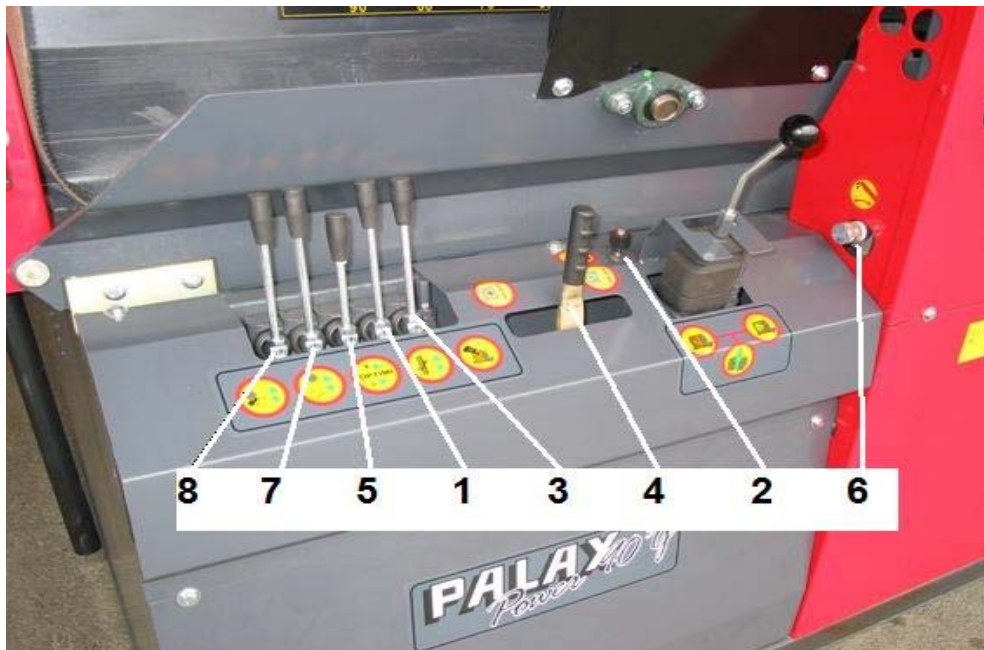

Abb. 11
4.3 Weitere hydraulische Bedienelemente, Abb. 11
- Wenn ein Holzstück aus irgendeinem Grunde nach dem Sägen aufrecht in den Spaltkanal fällt, kann die Spaltbewegung verhindert werden, indem der Spaltkeil für erzwungenes Spalten (Abb. 11, Hebel 4) nach vorne geschoben wird und zugleich das Sägeblatt angehoben wird. Dadurch wird das Quersägeblatt wie normal angehoben, aber wird die Spaltbewegung nicht aktiviert.